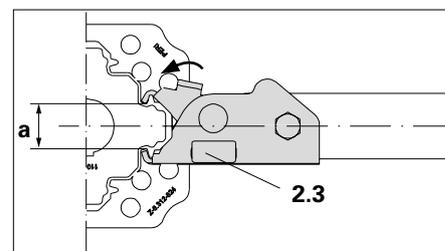

Fig. A2.05
2. Engager la connexion à coin dans les rainures du profil des tubes MP. (Fig. A2.05)
→ Le cadre est fixé sur l'étau (Fig. A2.05)
- Pour une connexion solide au fut extérieur ou intérieur avec l'ouverture de la mâchoire variante "a", deux rangées de coins sont intégrées dans le coin (2.3) elle-même (Fig. A2.05 Ouverture de la mâchoire "a")